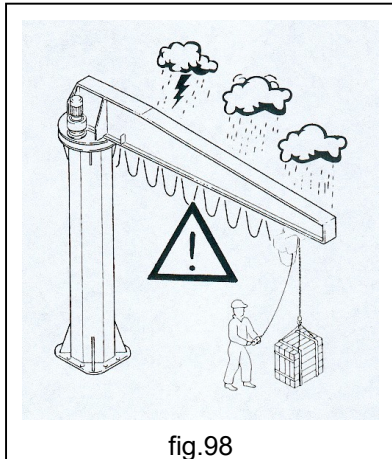

fig.98
- **NUNCA** utilice la grúa en condiciones ambientales no previstas ($- 10^{\circ}\text{C} + 40^{\circ}\text{C}$; 80%) o, si se instala en exteriores, en condiciones ambientales desfavorables y/o peligrosas (viento fuerte, lluvia, nieve, etc.). (fig.98).